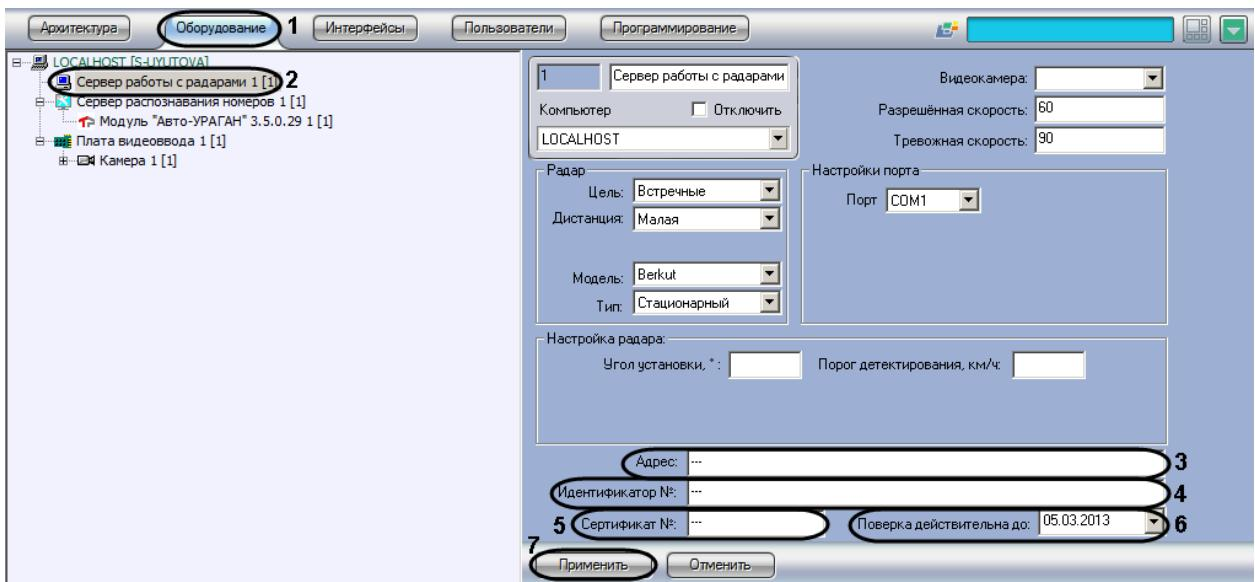

Рис. 7.3—11. Задание сведений об устройстве «Радар» для отображения в отчете о распознанном номере
2. В дереве объектов на вкладке «Оборудование» выбрать объект «Сервер работы с радарами», соответствующий настраиваемому программному модулю «Радар» (см. Рис. 7.3—11, 2). В правой части вкладки «Оборудование» отобразится панель настройки выбранного объекта
3. В поле «Адрес» ввести адрес местонахождения устройства «Радар» (см. Рис. 7.3—11, 3)
4. В поле «Идентификатор №» ввести заводской идентификационный номер устройства «Радар» (см. Рис. 7.3—11, 4)
5. В поле «Сертификат №» ввести номер соответствующего устройству «Радар» сертификата (см. Рис. 7.3—11, 5)
6. Из раскрывающегося списка «Проверка действительна до» выбрать дату, до достижения которой действительна метрологическая поверка устройства «Радар» (см. Рис. 7.3—11, 6)